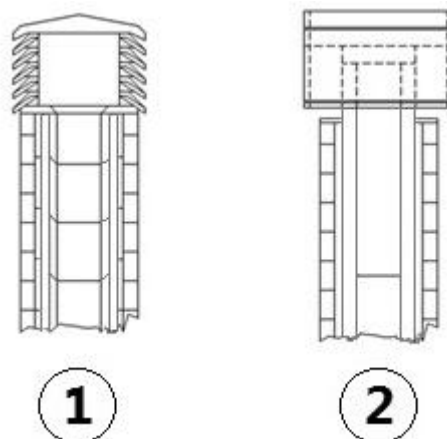

Fig. 4 - Nasady kominowe wiatroodporne
- Zaleca się przygotowanie wiatroodpornej nasady kominowej, patrz **Fig. 4**.
- Zewnętrzny kanał dymowy wykonany wyłącznie z izolowanych przewodów rurowych inox z podwójną ścianką minimalnie $\varnothing 100/120$ mm: całość dobrze przymocowana do ściany. Z nasadą kominową wiatroodporną (patrz **Fig. 4**).